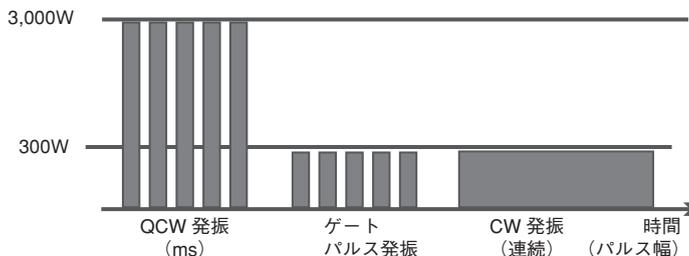

図1 QCW発振の出力波形
QCWというのは、パルス発振することで定格出力の10倍までピークパワーを引き上げることができるIPGの独自技術(図1)である。当社はこの発振器を採用し、低出力の発振器でも溶接に十分なパワーを得られる溶接機として開発をスタートさせた。低出力ならではの ①空冷(チラー不要) ②低消費電力(100V電源で稼働可) ③低価格 というメリットも最大限に生かして「FH-300」を発売した。